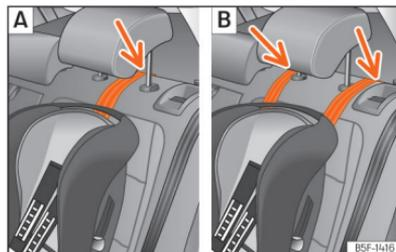

Fig. 42 Bancos traseiros: ajuste e montagem em função do cinto Top Tether.
- Coloque a correia por baixo do encosto de cabeça (em função das instruções da própria cadeira, levante ou retire o encosto de cabeça se for necessário) »» **Fig. 42**.